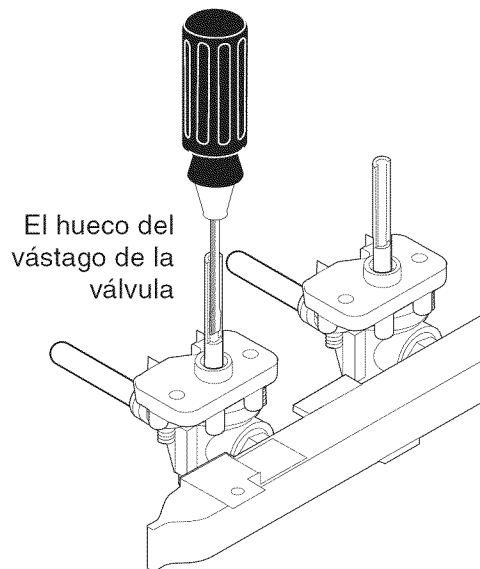

Figura 12
4. **Verifique el ajuste “LO” O “SIMMER” de las válvulas de superficie de quemador (ver Figura 12)**